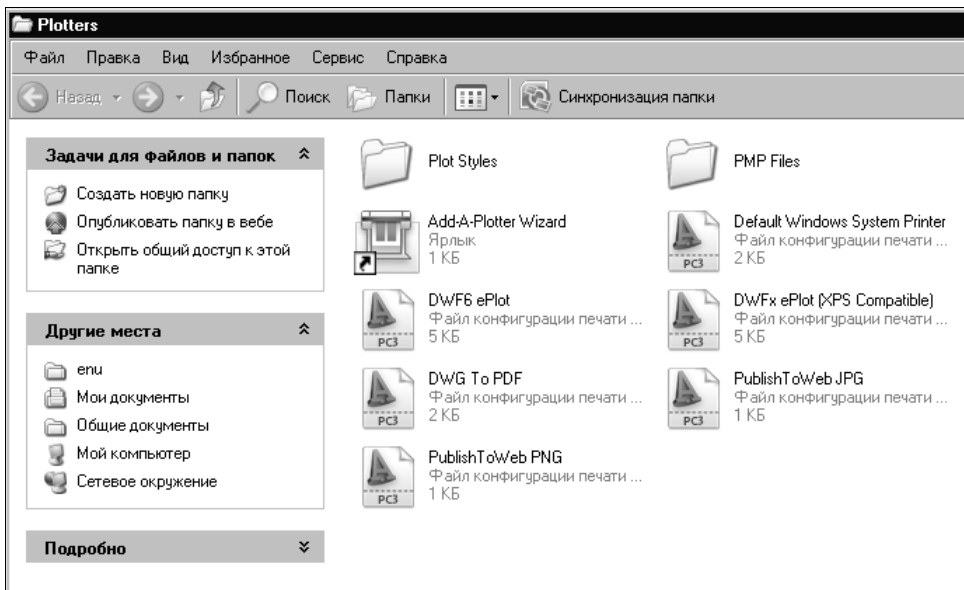

Рис. 23.16. Диалоговое окно диспетчера плоттеров
1. Откройте меню приложения и выберите из него **Print** (Печать), а затем **Manage Plotters** (Управление плоттерами). Появится папка **Plotter Manager** (Диспетчер плоттеров), в которой будут видны ярлыки установленных плоттеров и диспетчера плоттеров (рис. 23.16).